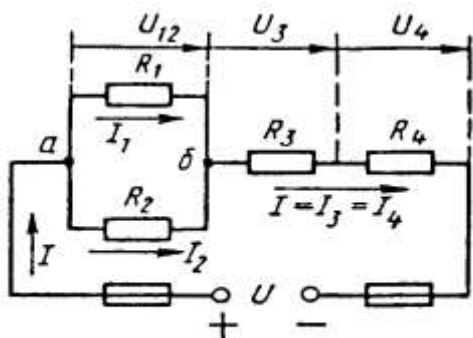

Рис. 1
Условие задачи. Цепь постоянного тока со смешанным соединением состоит из четырех резистором. Заданы схема цепи (рис. 1), значения сопротивлений резисторов:
2) обозначим токи I_1, I_2, I_3, I_4 на (рис. 1) стрелками и определим их значения из формулы мощности:
Формулировка закона: алгебраическая сумма токов в узловой точке равна нулю. Математическая запись для узла б схемы цепи рисунок 1:
В замкнутом контуре (рис. 1) приложенное напряжение U (аналогично ЭДС при внутреннем сопротивлении источника тока, равному нулю) и падения напряжения
Для схемы цепи (рис. 1) $P = P_1 + P_2 + P_3 + P_4$: так как $P = I^2 \cdot R$ или